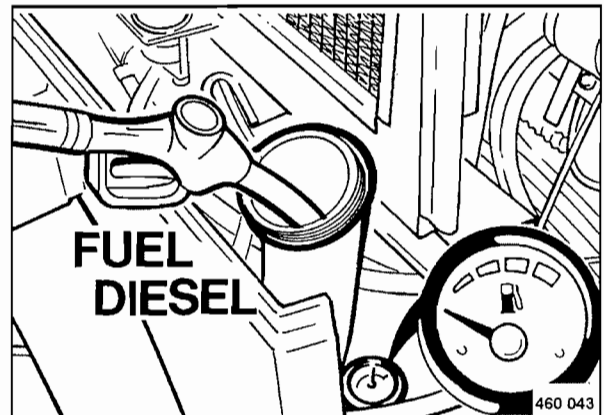

Fig. 76
- Comprobar el nivel del combustible en la indicación de nivel del combustible (Fig. 76).